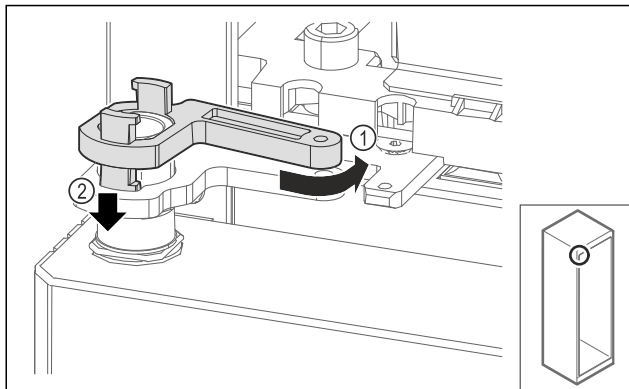

Fig. 67
- ▶ Tourner légèrement le verrouillage du support de palier vers l'arrière Fig. 67 (1), le pousser vers le bas Fig. 67 (2) et le verrouiller dans l'angle de la charnière.